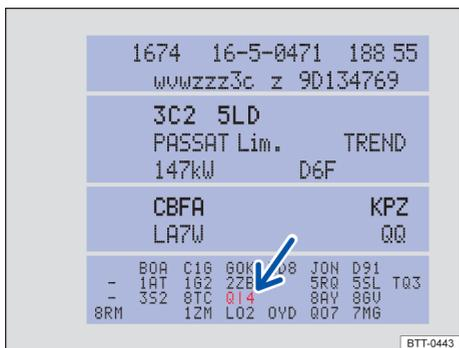

Fig. 196 Etiqueta de dados do veículo com número PR do serviço correspondente (representação esquemática).
- Consulte o número PR que aparece na etiqueta de dados do veículo → Fig. 196 (seta) → Página 277.